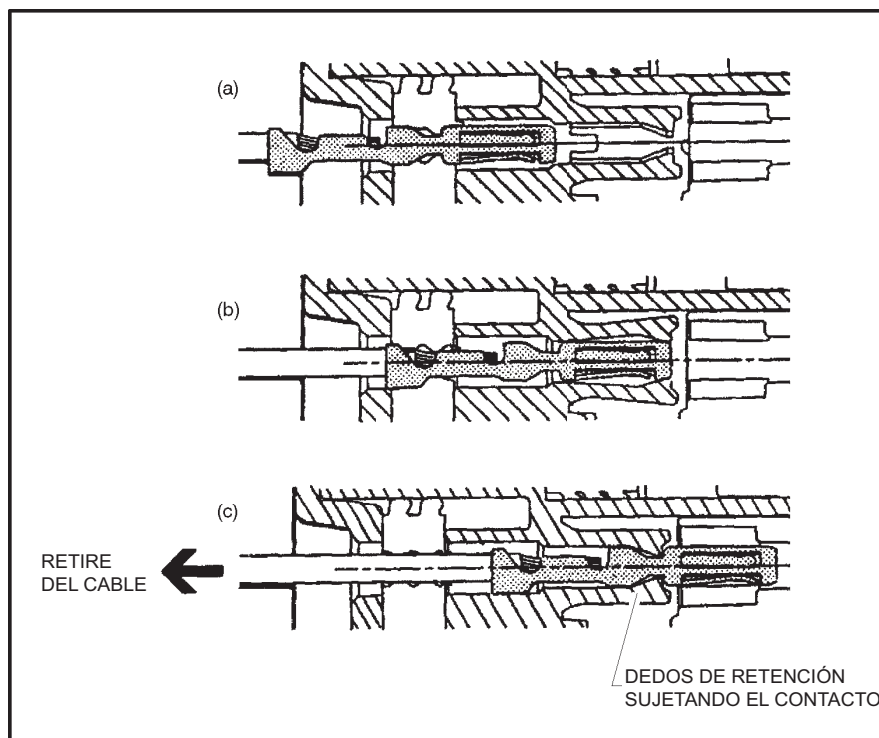

Figura 7-7. Figura 2 de montaje del conector
1. Para insertar un contacto, empújelo hacia adentro de la cavidad del circuito correspondiente tan lejos como llegue (Vea Figura 7-7.).
2. Tire del cable de contacto con una fuerza de 0,45 o 0,91 kg para asegurarse de que los dedos de retención están sosteniendo el contacto (Vea Figura 7-7.).